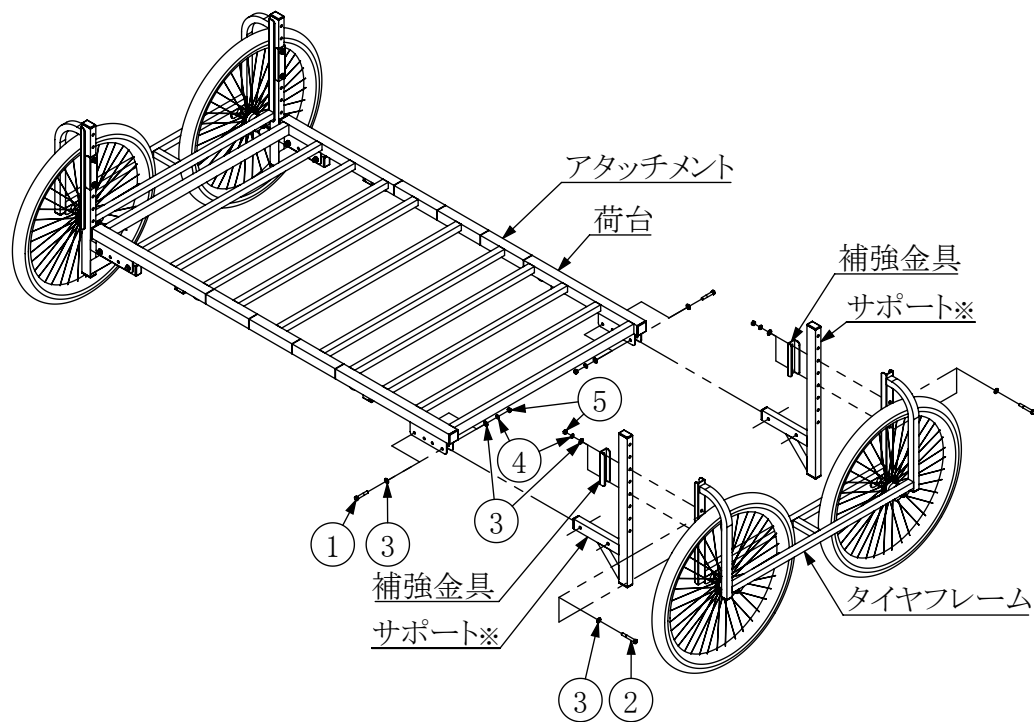
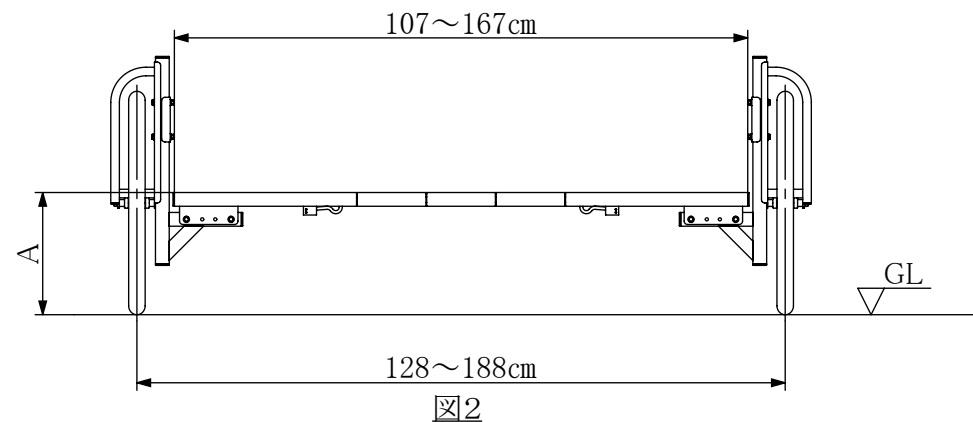

図1
図2
- 図1（図はRA-200を表しています）を参考に組立済み楽太郎のサポートを低床用サポートに交換してください。
2. 低床用サポート※に前項で取り外したタイヤフレームをボルト類②③④⑤を使い取り付けます。
3. 楽太郎荷台に、低床用サポート※をボルト類①③④⑤で取付て完成です。
- 図2は低床部品取付済み楽太郎の寸法図です。“A”荷台高さはRA-100(N)で約20～45cm、RA-200(N)で約28～53cmです。